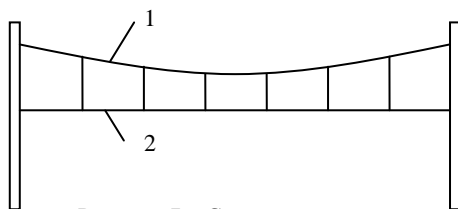

Рисунок 7 – Схема крепления контактного провода:
**Несущий трос** (рисунок 7) – провод цепной подвески, прикрепленный к поддерживающим устройствам *контактной сети*. К несущему тросу с помощью *струн* подвешен *контактный провод*. Несущий трос имеет провес, контактный (за счет длины струн) параллелен в вертикальной плоскости оси пути.